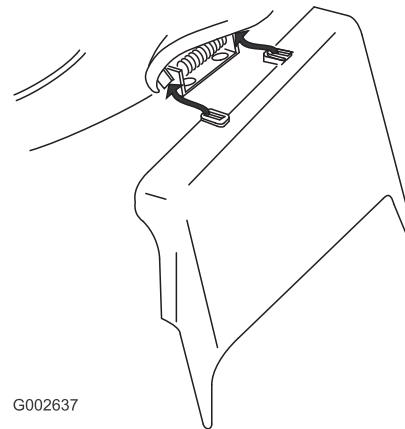

Bild 35
- Setzen Sie den Seitauswurfkanal ein und schließen Sie die Klappe auf dem Auswurfkanal (Bild 35).